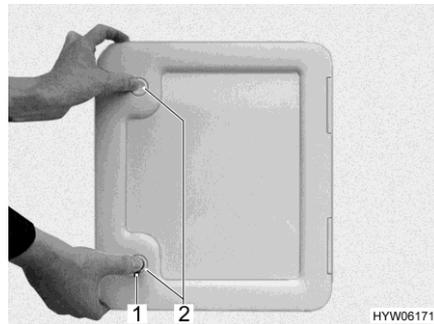

Fig. 266 Sportello per il serbatoio fecale
- Aprire lo sportello per il serbatoio fecale all'esterno del veicolo. Inserire la chiave nel cilindro della serratura a pressione (Fig. 266,1, Fig. 267,1 o Fig. 268,1) e ruotare di un quarto di giro.
- Se presenti: Premere contemporaneamente con i pollici entrambe le serrature a pressione (Fig. 266,2 o Fig. 268,2) e aprire lo sportello.